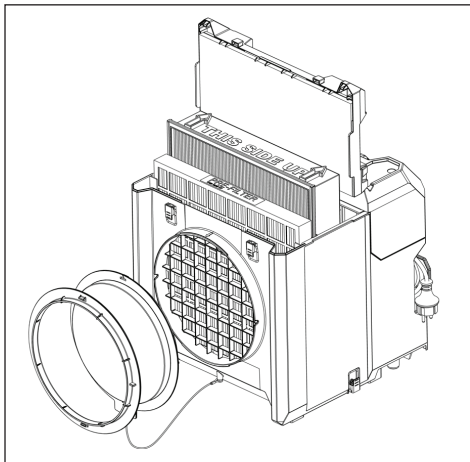

Fig. 5: Auswechslern der Filter
- ▶ Setzen Sie einen neuen Vorfilter oder Hauptfilter ein, wie in Abb. 5 gezeigt.